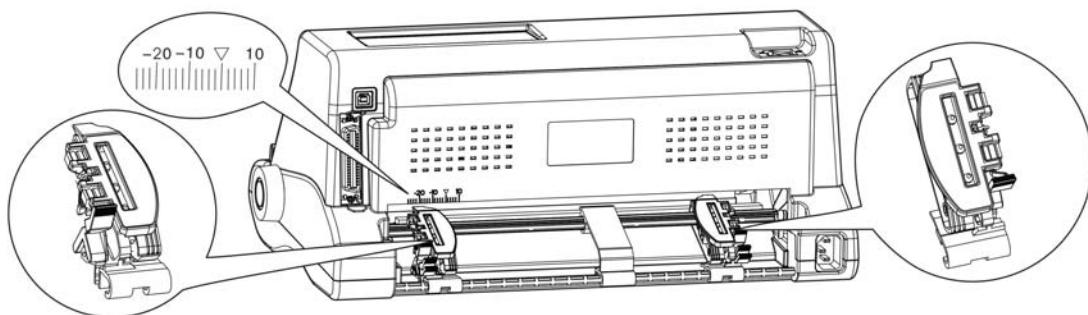

图 3-9 调整链轮位置
- 将拖纸器左链轮移至左边适当位置（“▽”位置表示横向起始打印位置）。按下拖纸器左链轮的链轮锁定杆以锁定左链轮。将拖纸器右链轮移至适当位置（如图 3-9 所示）。